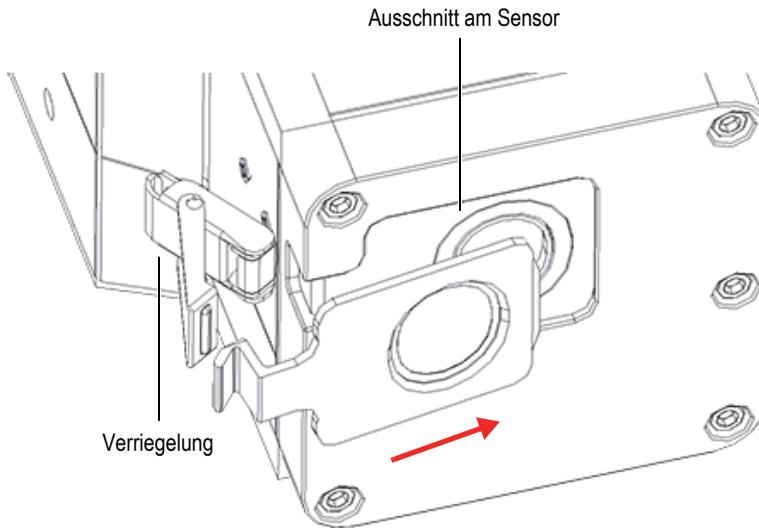

Abbildung 4-9 Ausgerichtete Messfensterplatte mit Verriegelung und Sensorausschnitt
3. Richten Sie die Messfensterplatte mit der Verriegelung und dem Ausschnitt am Sensor aus (Abbildung 4-9 auf Seite 68).